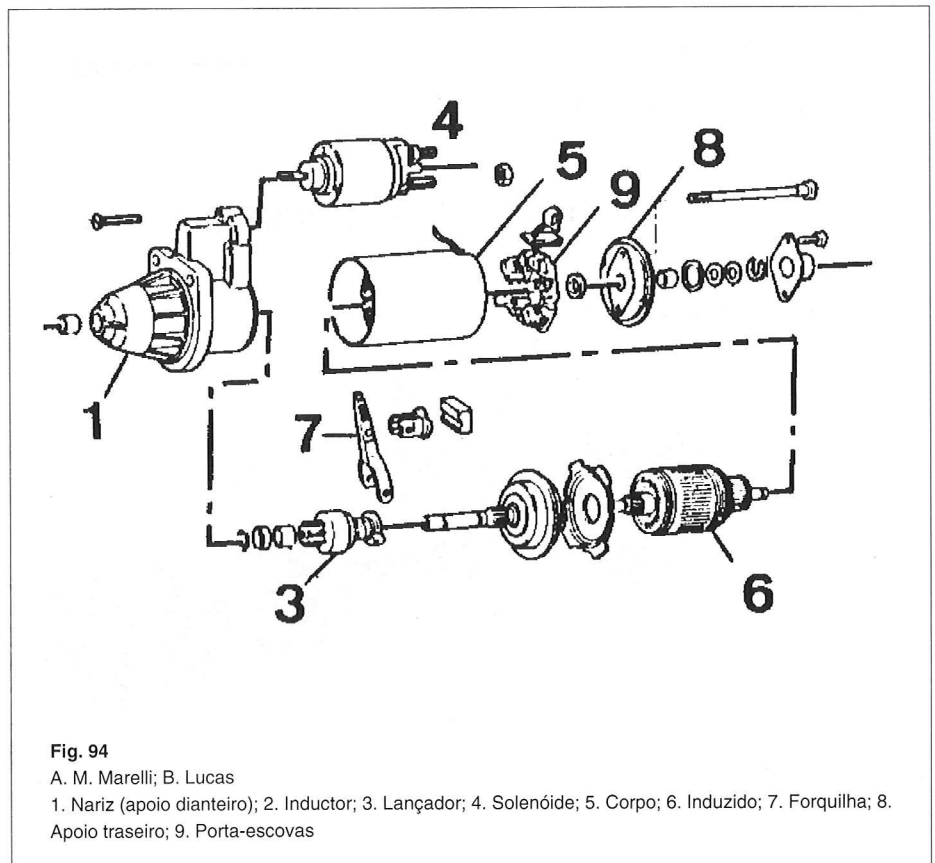

Fig. 94
9.2.2. MOTOR DE ARRANQUE (Fig. 94)
Nota: As operações de desarmar e armar do motor de arranque não apresentam dificuldades especiais (ver Fig. 94). Deve verificar no entanto: